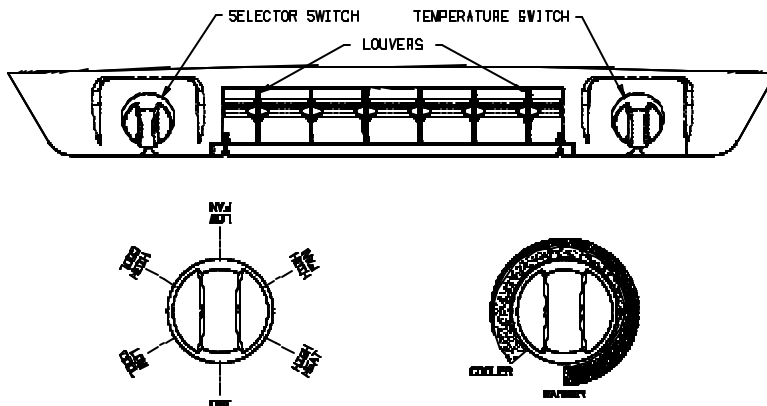

FIGURE 1
A. The Selector Switch — The selector switch determines which mode of operation the air conditioner will be in. By rotating the selector switch, the operator can obtain any system function desired. System functions vary depending upon options of both the roof top unit and ceiling assembly. Figure 1 shows selector switch location and
- B. The thermostat (temperature control) - The thermostat regulates the “ON” and “OFF” temperature setting at which the compressor will operate (See Figure 1).
I. For Cooling (Refer to Figure 1, Page 2)
IV. For Heating (Refer to Figure 1, Page 2)
V. For Air Circulation Only (Refer to Figure 1, Page 2)
A. Le sélecteur - Le sélecteur détermine le mode de fonctionnement du conditionneur d'air. En tournant le sélecteur, l'utilisateur peut obtenir toute fonction de l'appareil désirée. Les fonctions du dispositif varient selon les options de l'unité de toit et celles du plafonnier. Le figure 1 illustrent l'emplacement du sélecteur et les fonctions offertes. La section « Exploitation » explique les caractéristiques de chaque mode de fonctionnement.
B. Le thermostat (commande thermique) - Le thermostat fixe le réglage de température de « ON » et « OFF » auquel le compresseur va fonctionner (voir la figure 1).
I. Pour le refroidissement (reportez-vous aux figure 1, page 2)